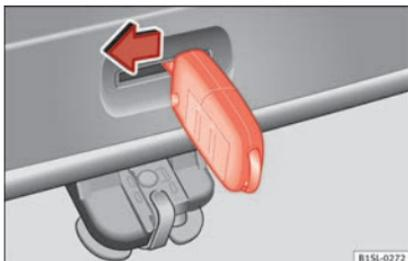

Fig. 7 A partir do porta-bagagens: destrancagem de emergência da porta do porta-bagagens.
- Introduza o palhetão da chave na ranhura da porta da mala »» **Fig. 7** e empurre a alavanca de destrancagem no sentido da seta para destrancar a porta da mala.